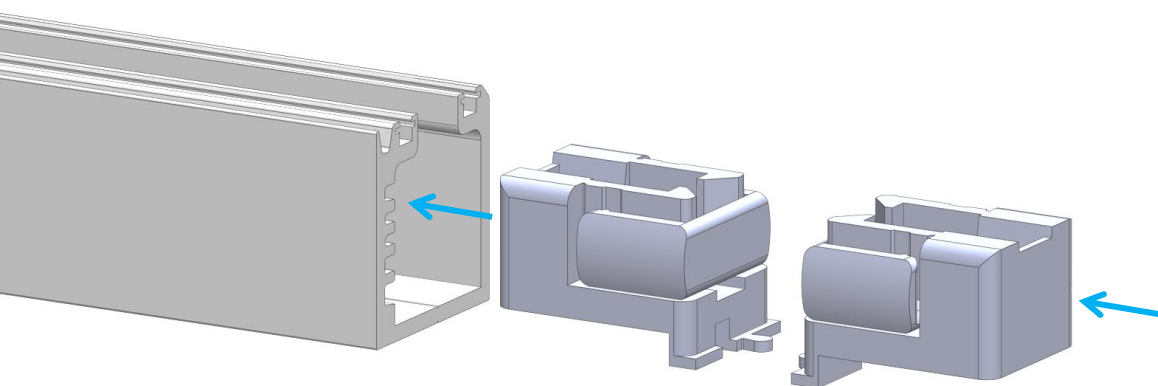

Figura 19
- En secciones que contengan dos puertas se introducirán dos parejas de pivotes (figura 19).